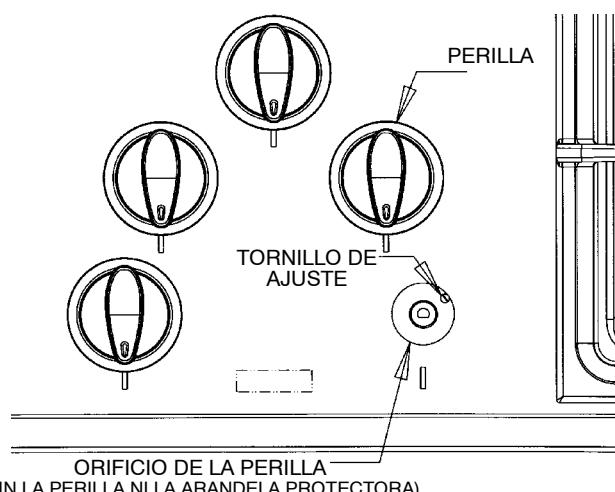

FIGURA 11
C. AJUSTE DE LA LLAMA BAJA (Vea la figura 11)
3. Encuentre el tornillo de ajuste de la válvula. Vea la figura 11.
- Encuentre el tornillo de ajuste de la válvula. Vea la figura 11.